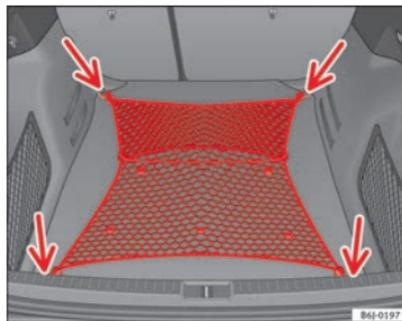

Fig. 98 Red para equipaje extendida
- Fije la red para equipaje a las cuatro argollas -flechas- ⇒ fig. 98.